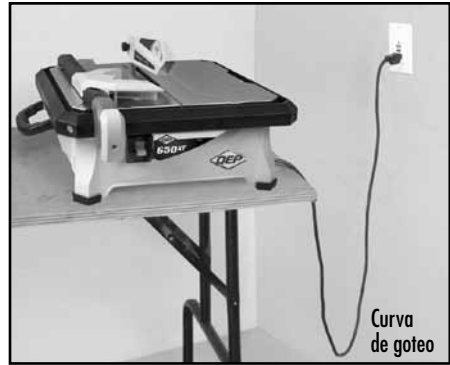

FIGURA 12
2. Haga una "cueva de goteo" en el cable (ver la FIGURA 12).